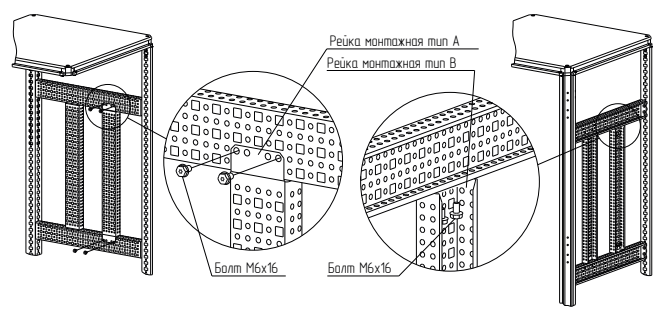

Рисунок 16
4.6.3.2 Закрепить рейку монтажную по вертикали болтами М6×16 (рисунок 16). Момент затяжки – 7 Н·м. Болты приобрести отдельно.